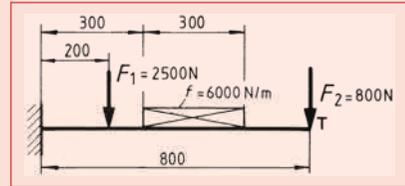

Bild 2
- Ein Freitragter mit T-Profil EN 10055 – T80 – S235JR wird nach Skizze belastet (► Bild 2).